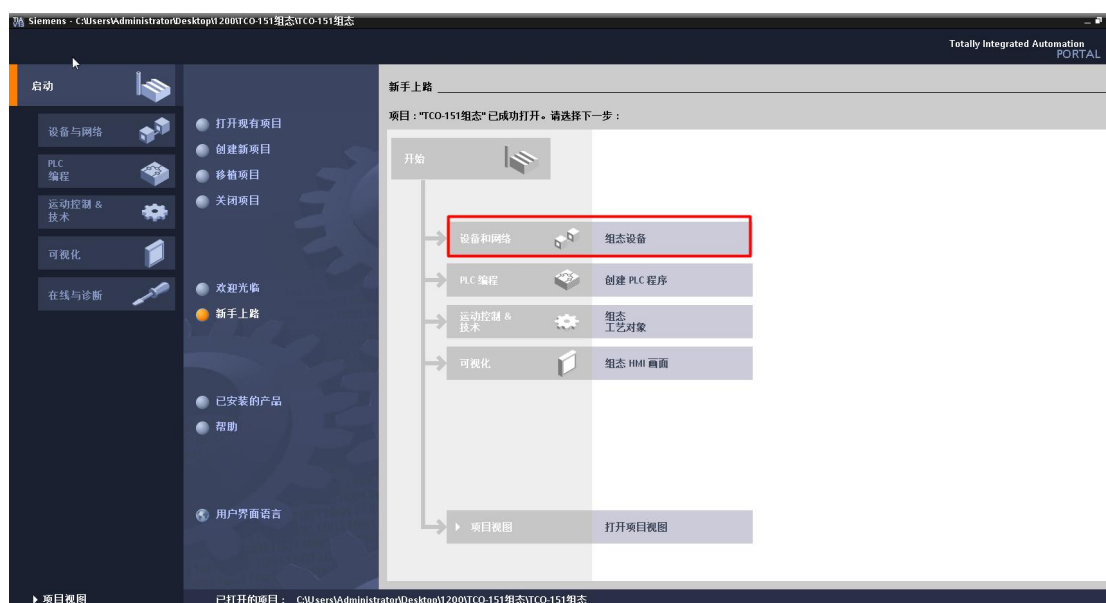
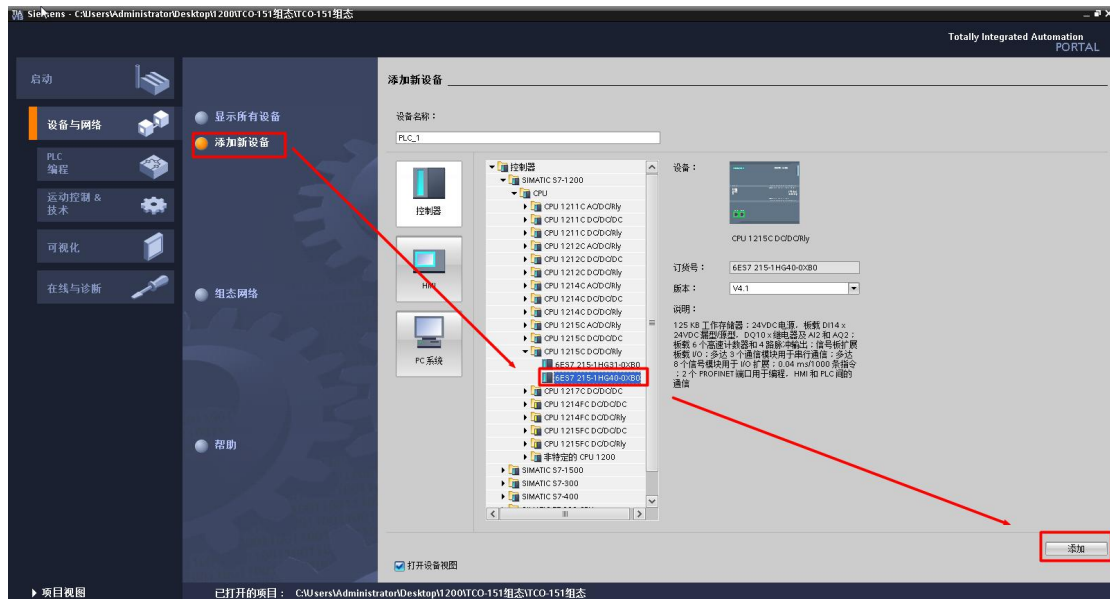

图 2 组态设备
图 3 添加 CPU 型号
1.2. 创建完成后，点击“组态设备”，进入新的界面后点击左侧添加新设备，如图 2 所示；在设备选择菜单中选择 PLC 设备型号，以 S7-1200 为例，设定 CPU 的类型，选择对应的订货号，PLC > SIMATIC > S7-1200 > CPU > CPU 1215C DC/DC/RLY > 6ES7 215-1HG40-0XB0 如图 3 所示；点击右下角“添加”，CPU 在硬件组态设备视图界面如图 4 所示。